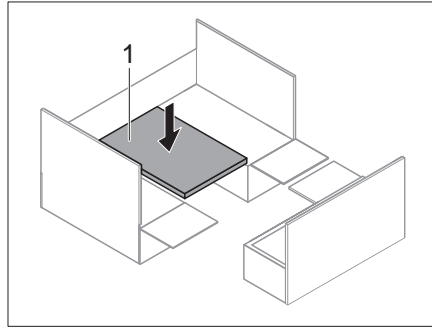

Bild 165 Einhängetisch nach unten
- Einhängetisch (Bild 165,1) von der oberen Einhängeschiene in die untere Einhängeschiene wechseln.